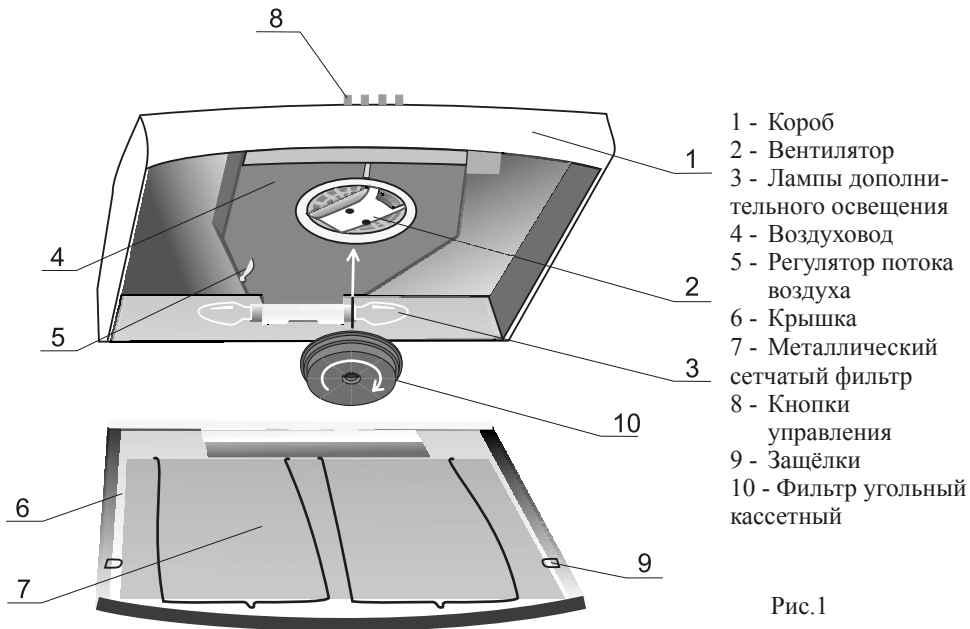
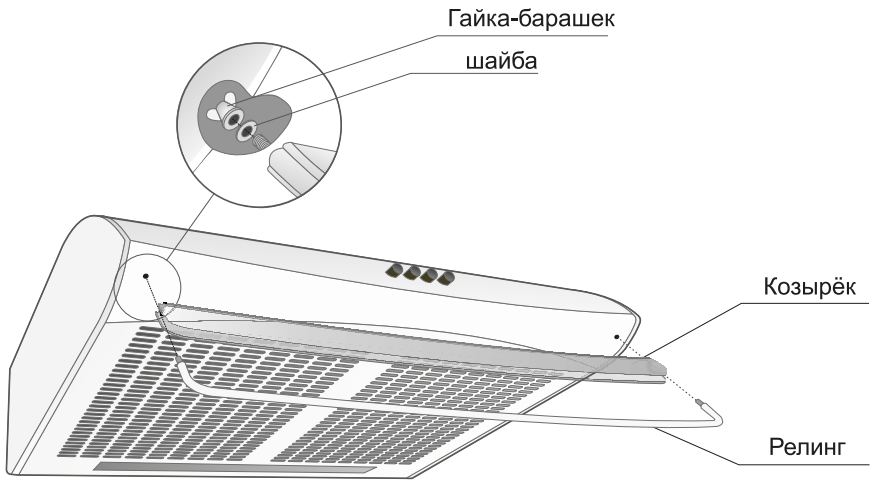

Рис.1
Рис. 3
- 5.1 Внутри короба 1 воздухоочистителя (рис.1) располагаются вентилятор 2, лампы дополнительного освещения 3, воздуховод 4 с регулятором потока воздуха 5. На передней части корпуса расположены кнопки управления 8.
- крышкой 6 с сетчатым фильтром 7 (рис.1), а также, в зависимости от модификации, релингом с пластмассовым козырьком (рис.3).
- 5.3 С помощью кассетного угольного фильтра 10 (рекомендуется устанавливать на воздухоочистители, работающие в циркуляционном режиме) всасываемый воздух дополнительно очищается гранулами активированного угля, уменьшаются запахи от приготовления пищи. Угольный фильтр не подлежит регенерации и должен заменяться примерно каждые шесть месяцев (в зависимости от интенсивности эксплуатации). Для установки кассетного угольного фильтра оденьте его на три фиксирующих элемента в центре вентилятора и поверните по часовой стрелке до упора (рис. 1). Демонтаж фильтра производится в обратном порядке.
- 6.7 Совмещение флажка регулятора потока воздуха 5 (см. рис.1) с рисунком  на воздуховоде указывает, что воздухоочиститель работает в циркуляционном режиме, т. е. очищенный воздух возвращается в помещение кухни.